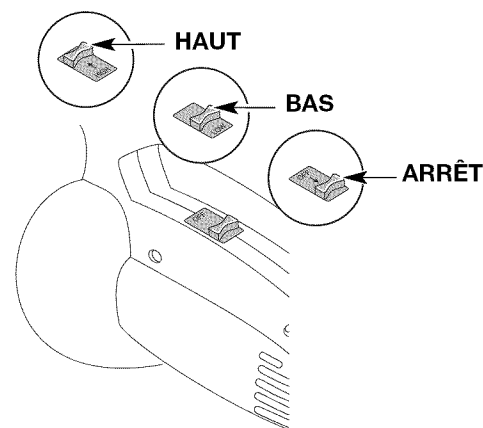

Fig. 11
Cet appareil est équipé d'un interrupteur à trois positions : ARRÊT/BAS/HAUT (Fig. 11).
1. Appuyez sur Interrupteur d'alimentation/vitesse et maintenez-la en position **ARRÊT** jusqu'à ce que le moteur s'arrête complètement (Fig. 11).